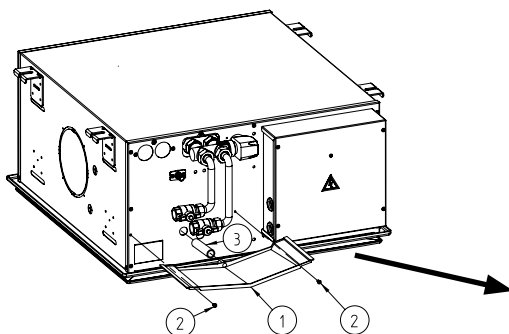

Fig.24
- ekstra opsamlingskar til kondensvand med PVC-rør (ikke monteret). Se Fig.24 for monteringsvejledning. Under installationen skal man kontrollere, at bøjningen af PVC-røret vender **nedad**.